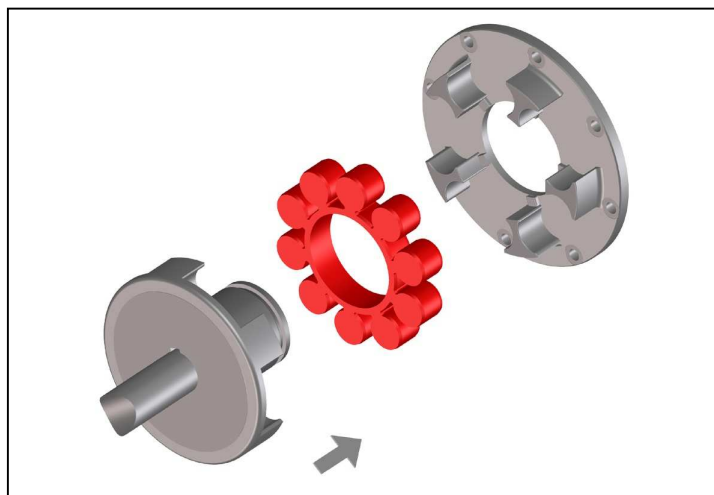

Bild 5
- Schieben Sie das Wellenende mit der montierten Kupplungshälfte mit dem Kupplungsflansch zusammen (Bild 5)